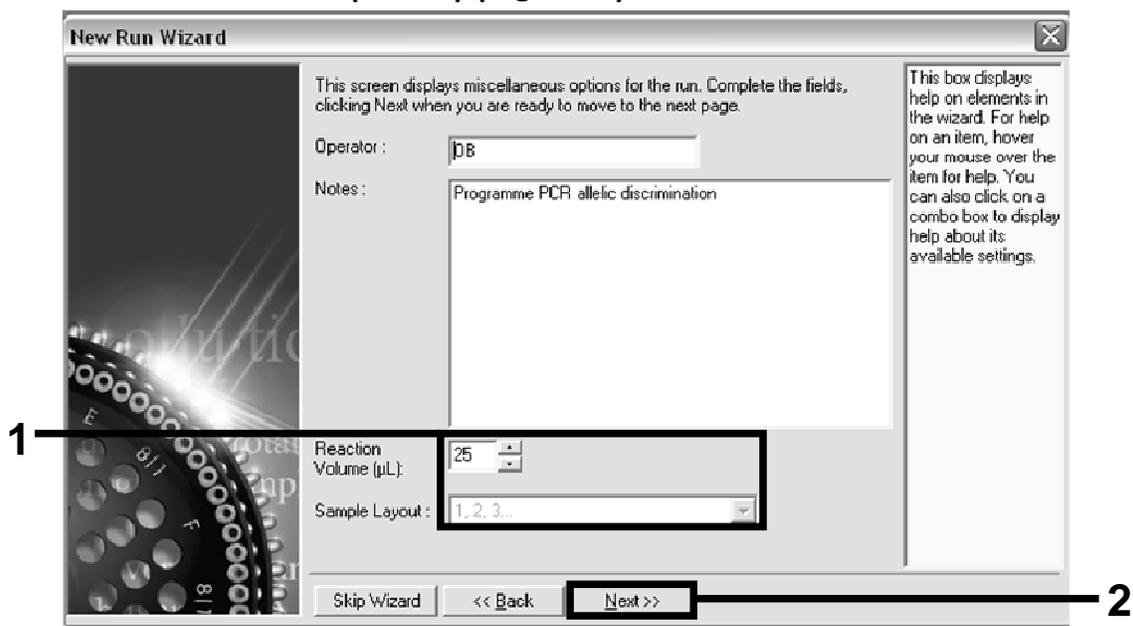

Figura 4. Impostazione dei parametri generali del test.
12. Aprire la finestra di dialogo “New Run Wizard” (procedura guidata nuovo processo). Selezionare 25 per il volume di reazione PCR e cliccare su “Next” (avanti) (Figura 4).